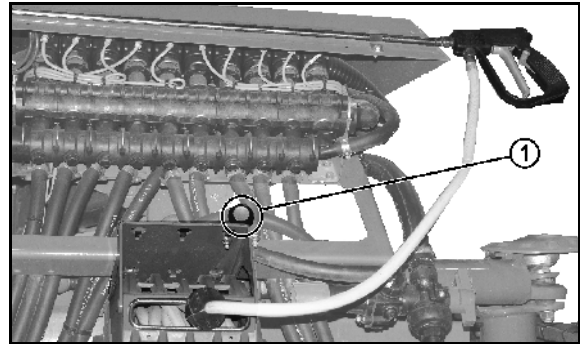

Fig. 118
- gør det muligt at opnå et permanent væskeumløb i sprøjteslangen, når trykumløbssystemet er koblet til. Hertil er der placeret en skylletilslutningsslange (Fig. 118/1) på hver delbredde.
- En skylletilslutningsslange (Fig. 118/1) pr. delbredde.